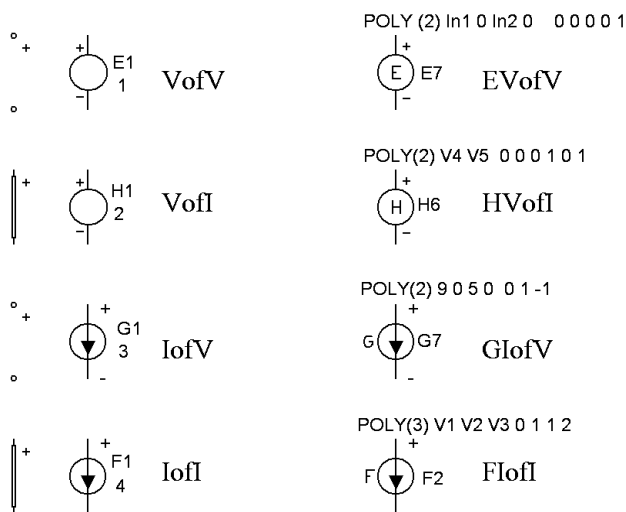

Рис. 5.40 – Линейные и полиномиальные зависимые источники
5.4.1 Линейные и полиномиальные зависимые источники (рис. 5.40)